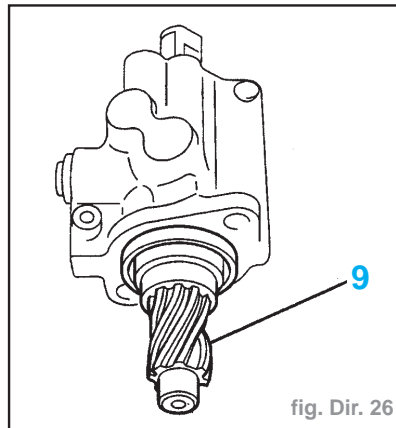

fig. Dir. 26
- Reposer un joint torique neuf (8).
- Graisser le pignon de crémaillère (9) (graisse **TOTAL N3924/TOTAL N3945**) (fig. Dir. 26).